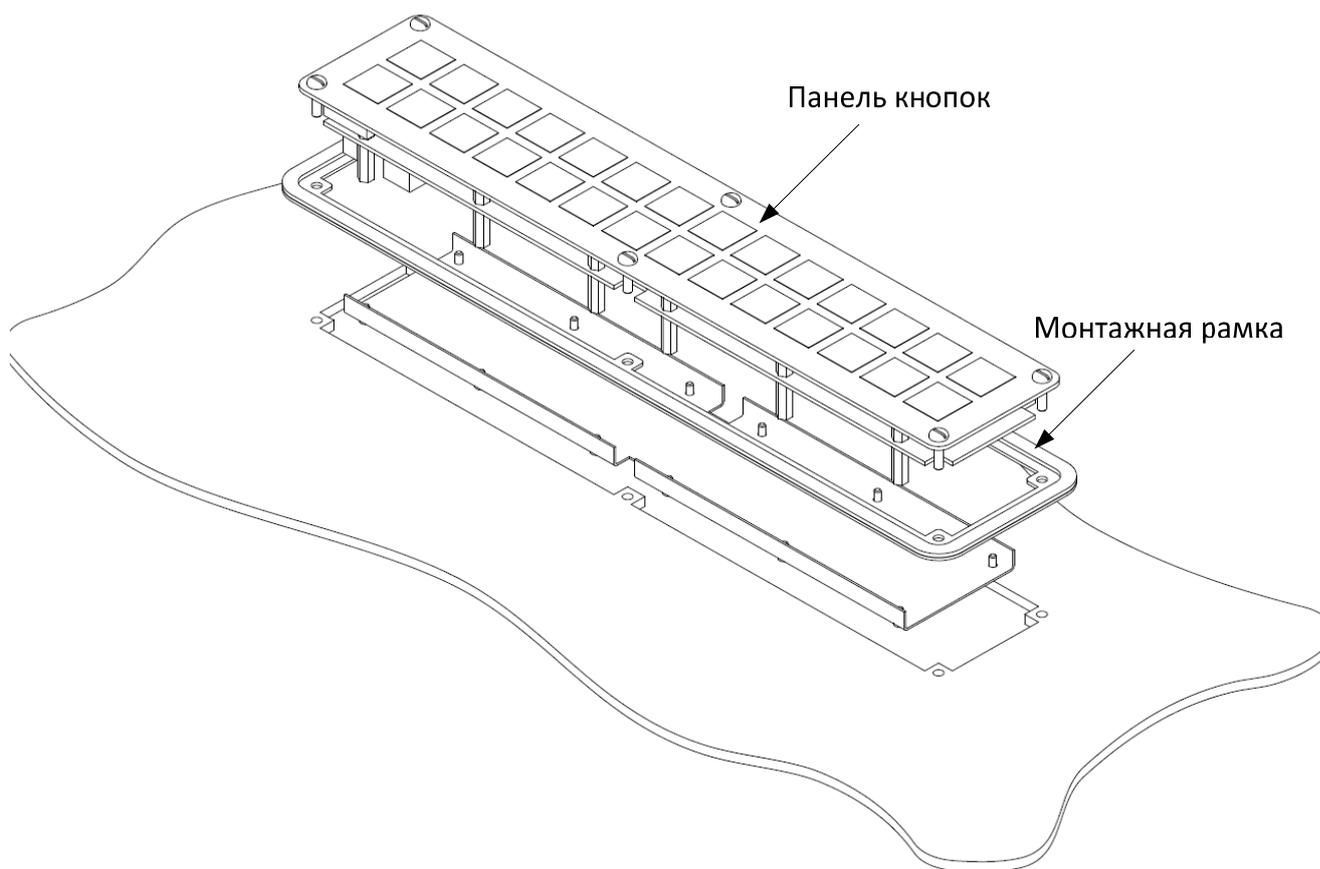

Рисунок 5. Сборочный чертеж панели кнопок.
- Вставьте в вырез панель кнопок и закрепите её винтами. В случае необходимости допускается использовать монтажную рамку (смотрите Рисунок 5).